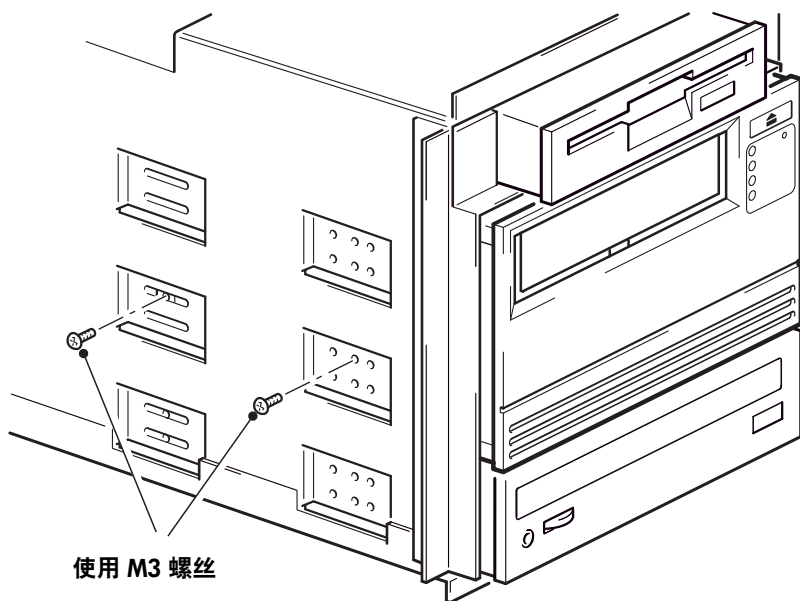

图 8b: 固定磁带机, 没有装配件
- 1 使用磁带机附带的 M3 螺丝以确保将其固定到位。请检查机架上的小孔与磁带机侧面的小孔是否对齐，并使用常用的 Phillips 螺丝刀固定 M3 螺丝，如图 8b 所示。放好螺丝，以确保将其拧入磁带机右侧的孔（孔 1 和 3）中。